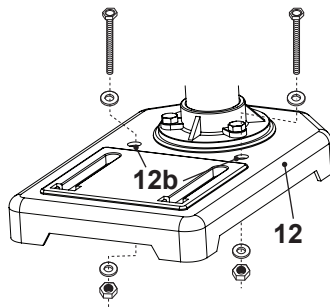

Fig. 8
1. Coloque o produto numa bancada ou mesa de trabalho horizontal e nivelada e fixe o produto na mesma com 2 conjuntos de montagem (não fornecidos) (Fig. 8).